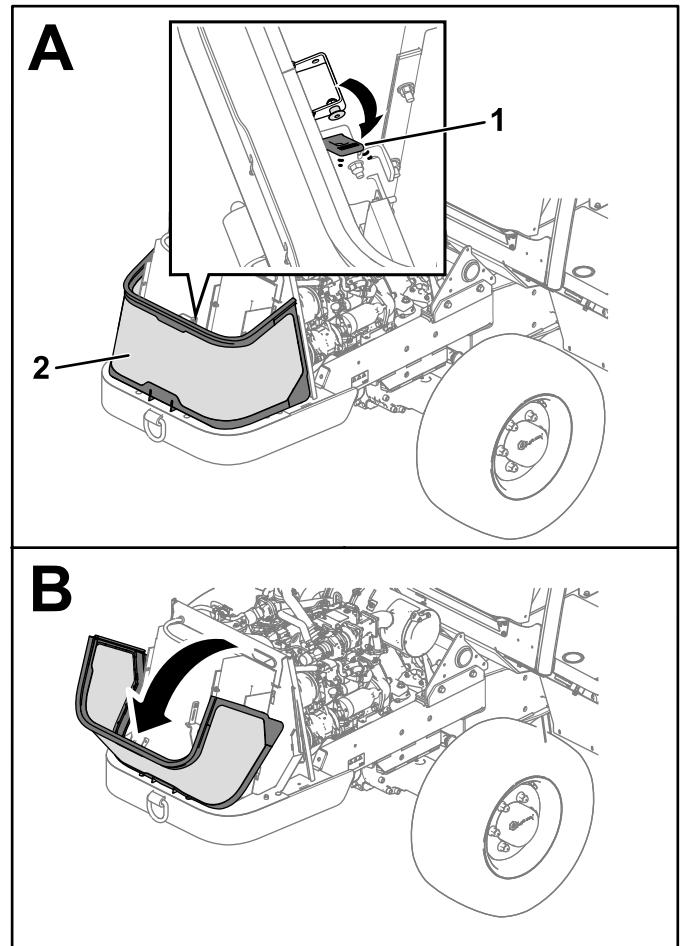

Figura 109
2. Desça o filtro frontal libertando a correia que o prende no sítio (Figura 109).